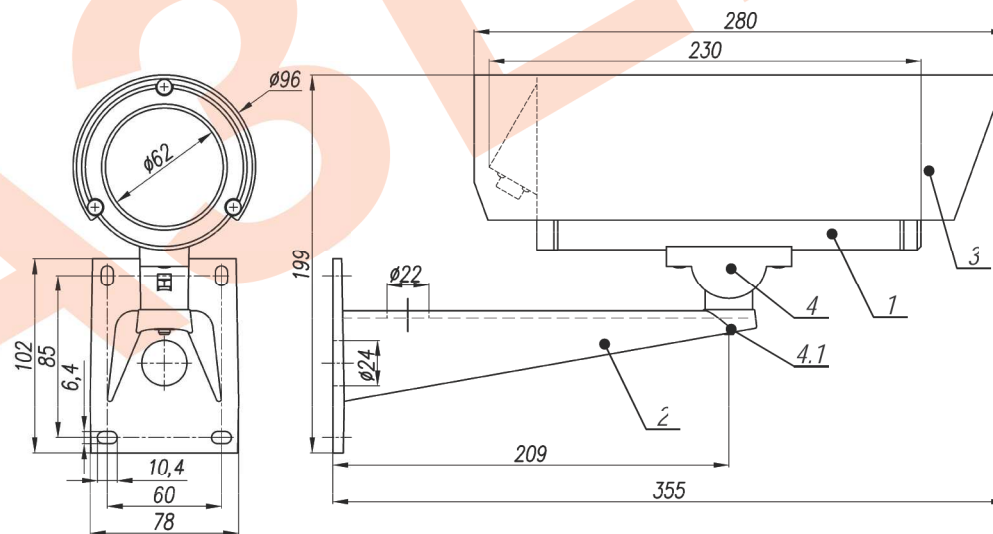

Рис.1 Состав изделия. Габаритные и установочные размеры
6. Ослабив болт (поз.4.1 рис.1) фиксации шарнира (поз.4), установить видеокамеру на нужное направление обзора, после чего надёжно зафиксировать шарнир, затянув болт.
1. Установить кронштейн (поз.2 рис.1) на штатное место, закрепить на нём термокожух с видеокамерой (поз.1 рис.1).